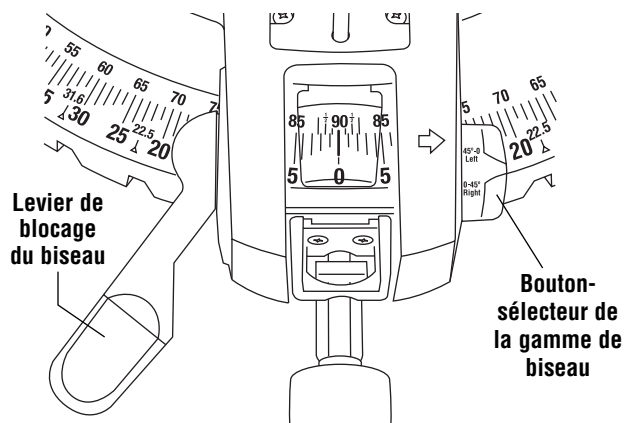

Figure 1.
Choisissez la plage d'inclinaison désirée à l'aide du bouton de sélection de la plage d'inclinaison (Figure 1).
- b. Soulevez le levier de blocage de l'inclinaison pour libérer le blocage de l'inclinaison (Figure 1).